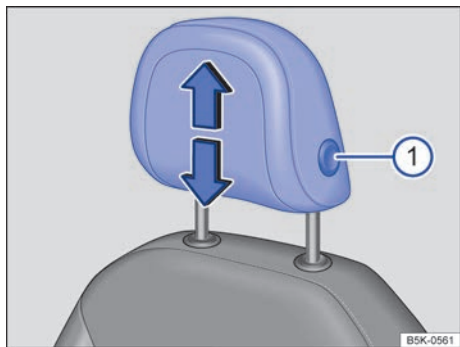

Fig. 39 Apoyacabezas delantero: ajustar.
- Desplace el apoyacabezas hacia arriba o, a la vez que presiona la tecla → fig. 39 ①, hacia abajo en el sentido de la flecha correspondiente → ⚠️.
- Baje el apoyacabezas a la vez que presiona la tecla → fig. 39 ①.